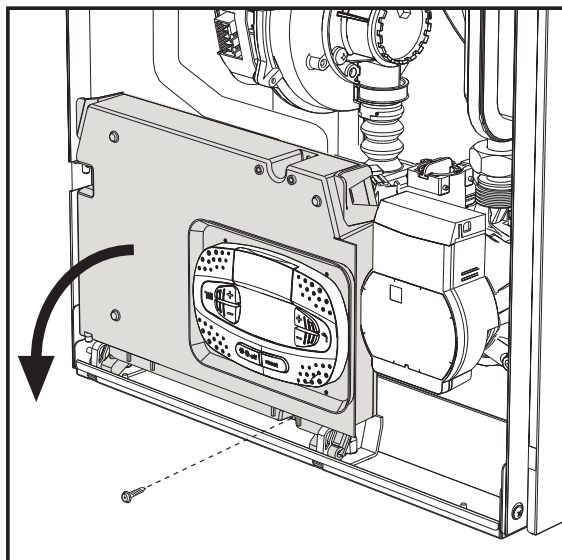
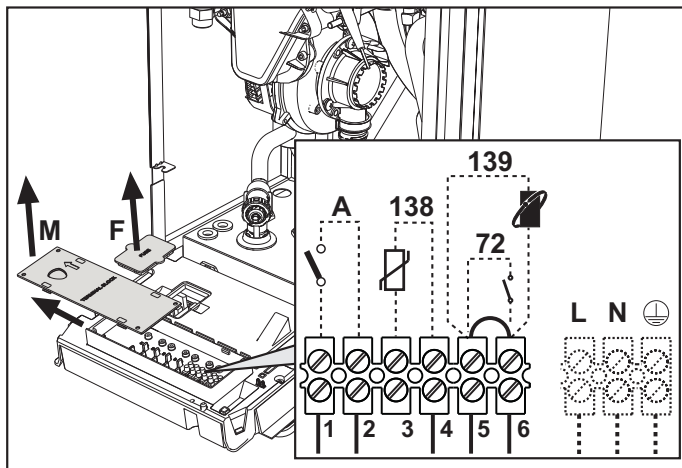

fig. 19
fig. 20
Tras quitar el panel frontal ( \*\*\* 'Apertura del panel frontal' on page 84 \*\*\*), es posible acceder a la regleta de conexión (M) y al fusible (F) según las indicaciones siguientes (fig. 19 e fig. 20). **Los bornes indicados en la fig. 20 deben tener contactos secos (no 230V).** La posición de los bornes para las diferentes conexiones también se ilustra en el esquema eléctrico de la fig. 61.
## Configuración del interruptor ON/OFF (A. fig. 20)